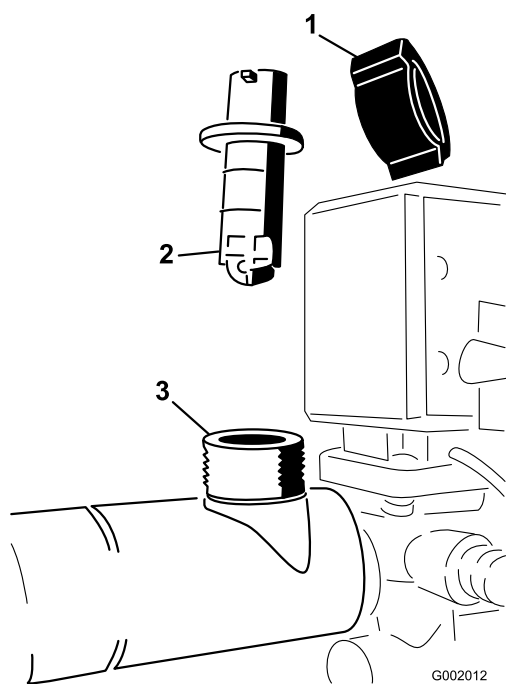

Figura 70
2. Togliete il coperchio dal corpo del flussometro (Figura 70).